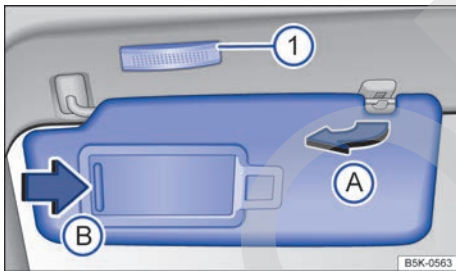

Fig. 79 Parasol.
- Retirar el parasol con cuidado del soporte sujetando la base de fijación y girar en la dirección de las puertas → fig. 79 A.
En el parasol plegado hacia abajo se encuentra un espejo de cortesía atrás de una cubierta. Al abrir la cubierta → fig. 79 B se enciende una luz ①.